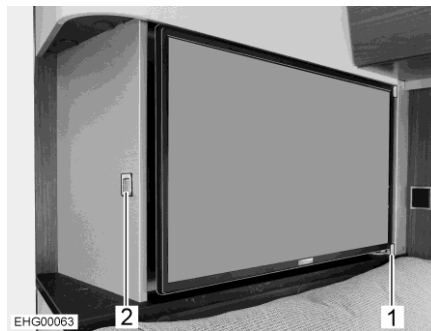

Fig. 85 Schermo piatto
Lo schermo piatto è bloccato lateralmente con una guida (Fig. 85,1).
- Premere il tasto di sblocco (Fig. 85,2).
- Portare lo schermo piatto nella posizione desiderata rimuovendolo dalla guida (Fig. 85,1).
- Spingere indietro lo schermo piatto, finché non si innesta lateralmente nella guida (Fig. 85,1).